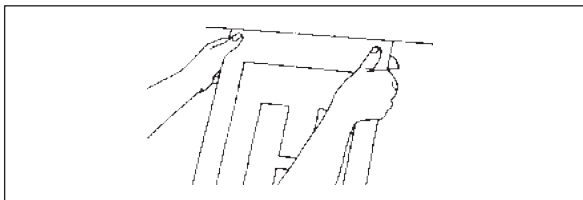

Fig. 5
2. Allineare la grafica e premere un bordo sulla superficie con un dito. Fig. 5